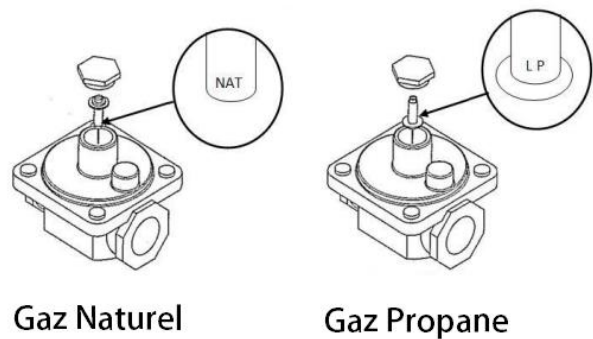

Fig.2
2. Retirez tous les orifices des brûleurs et installez les orifices fournis (Fig. 2).